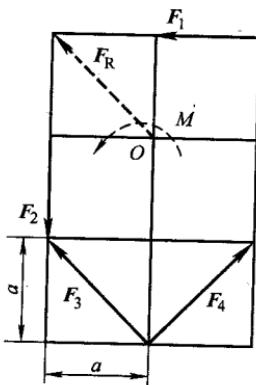

图 2-1 力系简化图
**2-1** 一平面任意力系每方格边长为  $a$  (图 2-1),  $F_1 = F_2 = F$ ,  $F_3 = F_4 = \sqrt{2}F$ 。试求力系向  $O$  点简化的结果。